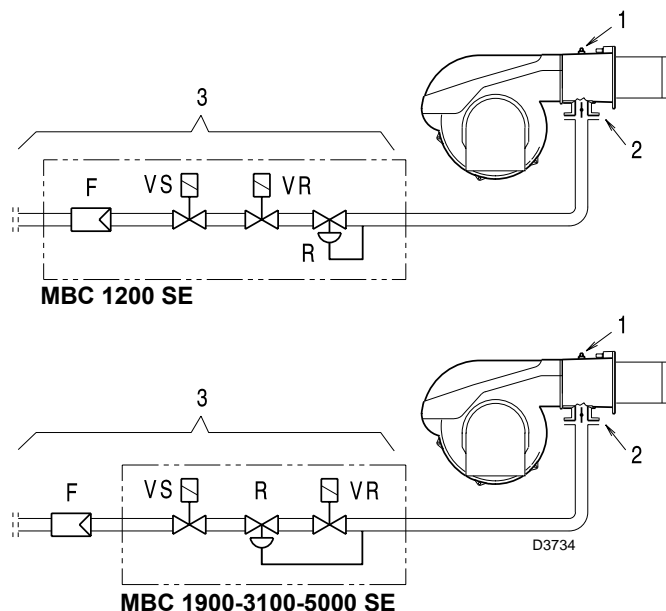

图 25
测试点 1) (图 25), 处所测得的燃气压力, 同时：
蝶阀 2) (图 25) 开启至最大角度 90° 时的压力损失。
燃气阀组 3) (图 25) 的压力损失包括：
- 用测试点 1) (图 25) 测得的燃气压力减去炉膛压力。
测试点 1) (图 25) 处的燃气压力 = 29.8 mbar
计算测试点 1) (图 25) 处所需燃气压力，将燃烧器以最大出力运行：
- 读出右边栏 1 所示测试点 1) (图 25) 处压力。
测试点 1) (图 25) 处所需压力。